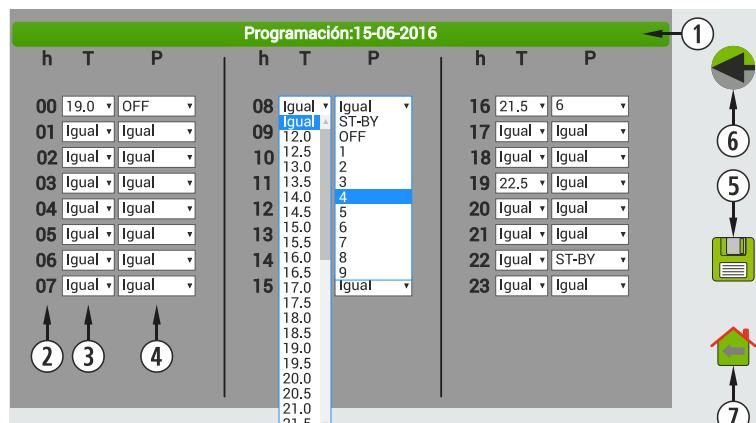

Figura 49
Es importante validar dicha programación pulsando en guardar (punto ⑤, figura 49) tras realizar la programación.
(1)	Plantillas 1 - 7.
(2)	Regreso a pantalla anterior.
(3)	Aplicar cambio sobre programaciones previas.
(4)	Regreso a pantalla principal.